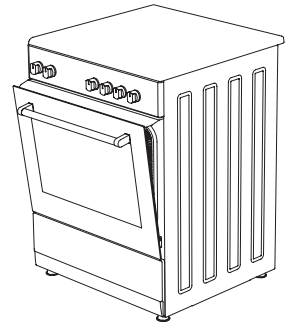

Figura 11
4. Apoi fixați panoul de siguranță între cuptor și capacul frontal închizând ușor capacul. (Figura 11)